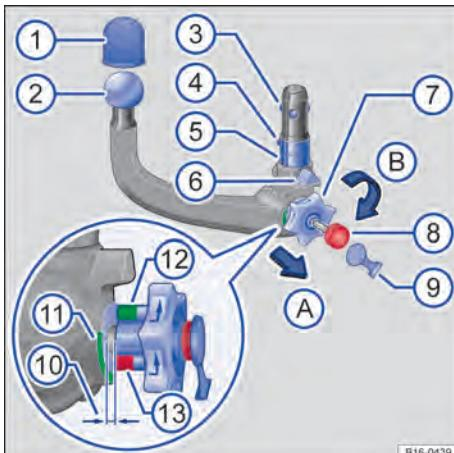

Fig. 171 Vista geral: rótula de engate removível.
Legenda para Fig. 171
- Verificar se o alojamento, o manípulo → Fig. 171 ⑦, a haste ⑤ e as esferas de travamento ③ da rótula de engate estão limpos e sem danos → ①. Se necessário, limpar.
- Pegar o gargalo da cabeça esférica, abaixo da cabeça esférica → Fig. 171 ② com uma das mãos.
- Retirar a cobertura da fechadura ⑨ da fechadura e colocar a chave ⑧ na fechadura.
- Girar a chave ⑧ no sentido horário.
- Com a outra mão, remover o manípulo ⑦ no sentido da seta 1 e segurar nessa posição → ▲.
- Girar o manípulo ⑦ no sentido da seta 2 até que ele engate. Agora, a rótula de engate está apertada. Para isso, a marcação vermelha ⑯ do manípulo deve apontar para a marcação verde ⑪ na rótula de engate. O manípulo destaca-se visivelmente da rótula de engate. Há um espaço de aproximadamente 4 mm ⑩.
- Verificar se todas as esferas de travamento ③ podem ser completamente travadas dentro do eixo ⑤.
- Pressionar a rótula de engate com força para cima, até que ela se encaixe. Ambas as centralizações → Fig. 171 ⑥ devem se encaixar nos alojamentos no veículo.
- Agora, o manípulo ⑦ se encontra em sua posição original. Não há mais uma abertura entre o manípulo e a rótula de engate.
- Girar a chave ⑧ no manípulo no sentido anti-horário e retirar.
- Não deve mais ser possível girar o manípulo ⑦ ou puxar o manípulo para fora.
- Colocar a cobertura da fechadura ⑨ sobre a fechadura e colocar a chave na ferramenta de bordo.
- A marcação verde → Fig. 171 ⑫ no manípulo aponta para a marcação verde ⑪ na rótula de engate.
- O manípulo ⑦ deve estar encostado na rótula de engate e não pode haver nenhuma folga.
- Movimentar ou puxar a rótula de engate ② com força para baixo. Ela deve estar firme no alojamento → ▲.
- A fechadura deve estar trancada e a chave ⑧ deve estar removida.
- A cobertura da fechadura ⑨ deve cobrir a fechadura na alavanca de travamento.
- Nunca utilizar o dispositivo de reboque se o menor diâmetro da rótula → Fig. 171 ② for inferior a 49 mm.
- Retirar a cobertura da fechadura → Fig. 171  da fechadura no manípulo.